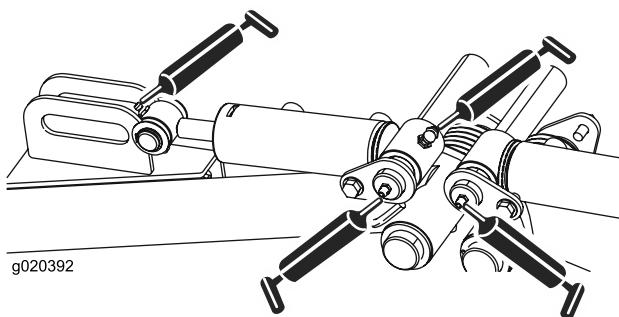

Bild 44
- Hintere Hubarm-Drehbüchsen und Hubzylinder (3) (Bild 44)